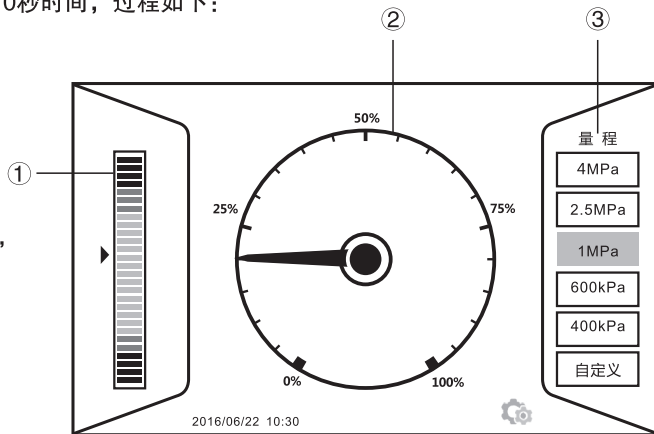

图4-1 主界面
- 3) 自检完成后系统将进入主界面，如图4-1所示。
① 气源压力指示，根据当前设置的压力表量程计算得到，其中：
② 压力指针式表盘，（0-100）%对应压力表量程；
③ 压力表量程列表，选中状态表示当前使用的量程，并可在压力为零时切换至其他量程。